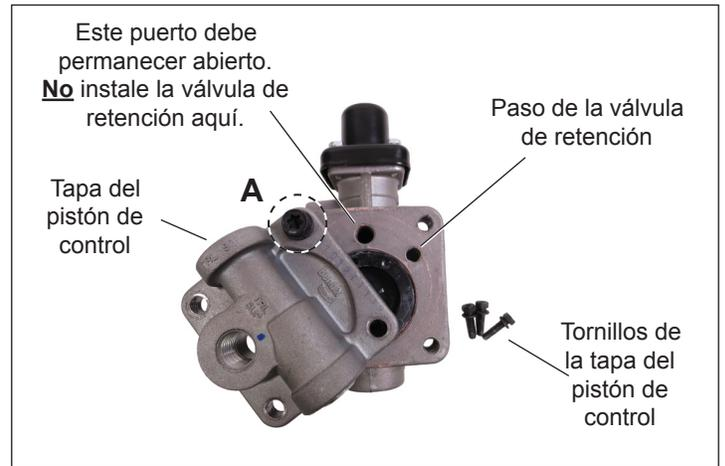

Figura 5: Paso de la válvula de retención
3. Retire los tornillos de las tapas "B", "C" y "D". Mientras sostiene la tapa del pistón de control en su lugar, suelte 4 a 5 vueltas el tornillo de la tapa "A". Gire cuidadosamente la tapa hacia la derecha, rotando sobre el tornillo "A", hasta que se vea el pasaje de la válvula de retención en el cuerpo. Sostenga la tapa en esta posición para retener el pistón de control en el cuerpo. (*Consulte la figura 5.*)